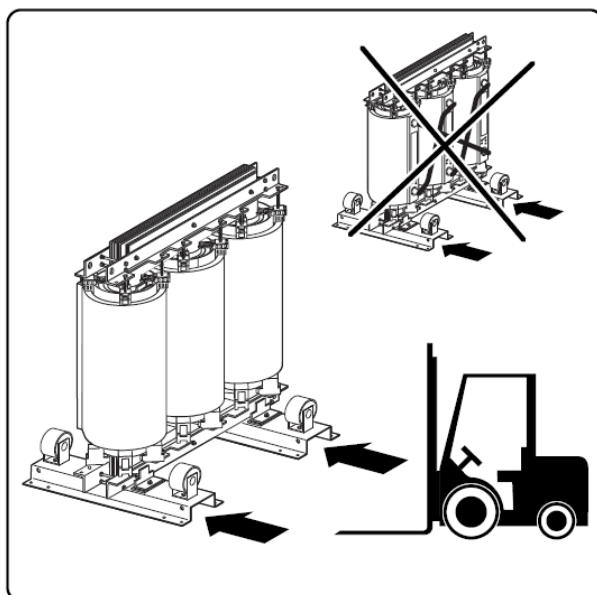
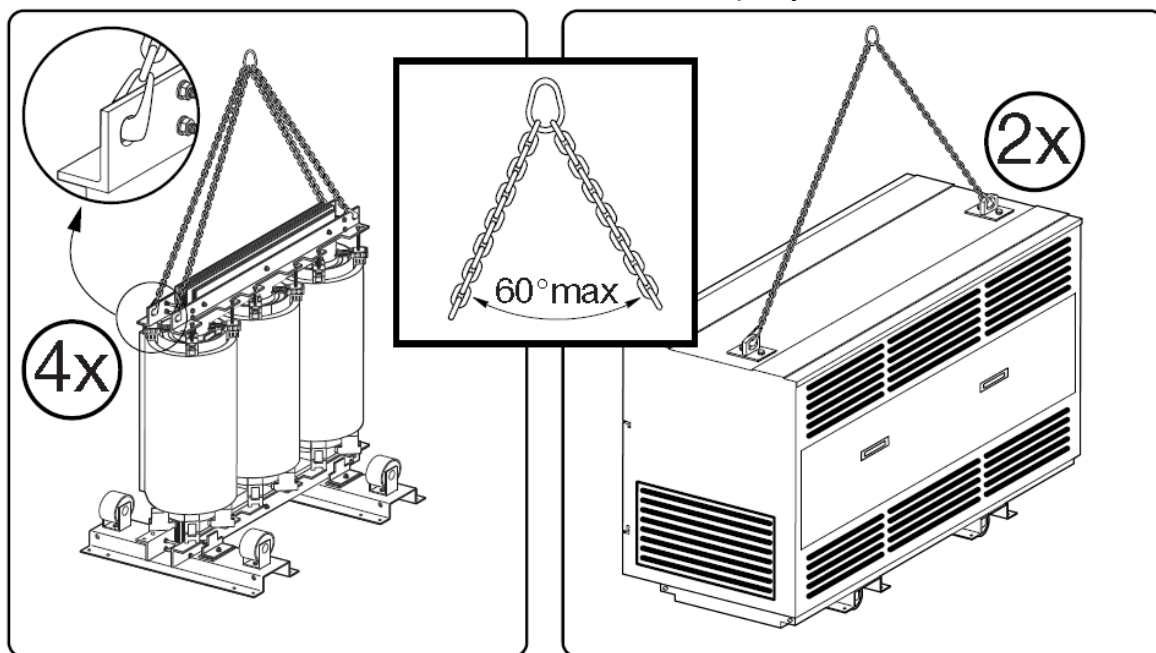
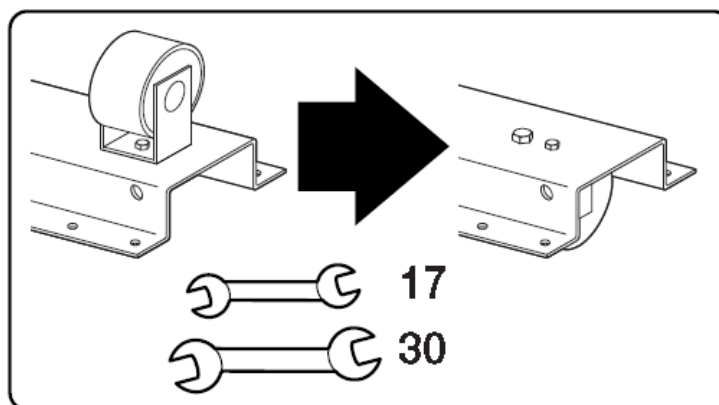

Рис.6.2. Перемещение трансформатора.
Рис.6.3. Стрповка трансформатора.
Рис.6.4.Установка катков.
6.7.1 Погрузка при помощи автопогрузчика (см. рис. 6.3) При использовании автопогрузчика необходимо снять катки и поднимать трансформатор, вставив вилочный захват автопогрузчика под нижние опорные швеллеры трансформатора (см. рис. 6.2).
- строповка с помощью такелажных цепей (см. рис. 6.3) Подъём трансформатора без защитного кожуха осуществляется при помощи четырёх строповочных скоб. Подъём трансформатора с защитным кожухом осуществляется при помощи двух строповочных скоб. Угол, составляемый двумя строповочными цепями, не должен быть более 60 градусов.
6.10. Установка катков (см.рис.6.4) производится либо при подъёме строповочными тросами (см. рис. 6.3), либо при подъёме автопогрузчиком (см. рис.6.2 и 6.6). В последнем случае вилочный захват автопогрузчика подвести под два швеллера в основании трансформатора.